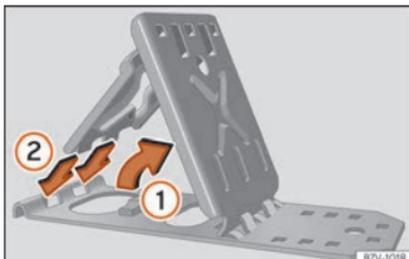

Fig. 103 Abrir os calços dobráveis.
- Levante a placa de apoio »» Fig. 103 ①.
- Introduza as duas «patilhas» da placa de apoio nos orifícios alargados da placa base ②.